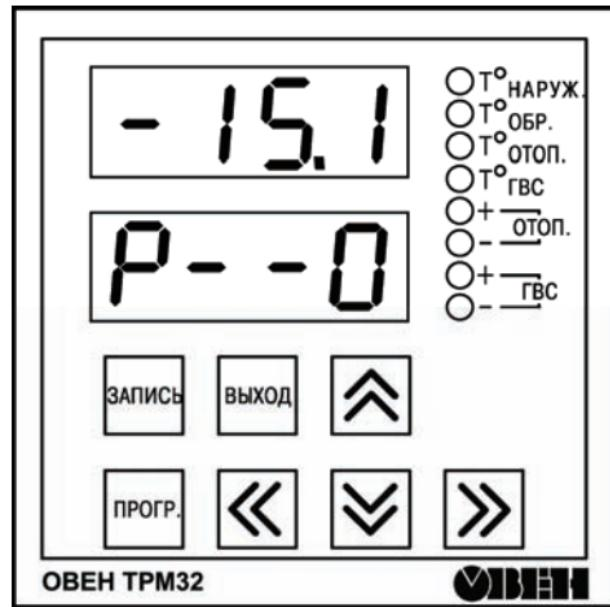

Рисунок 3.1
3.4 На лицевой панели прибора (см. рисунок 3.1), расположены цифровые и единичные светодиодные индикаторы, служащие для отображения текущей информации о параметрах и режимах работы прибора. Кроме того, здесь же расположены семь кнопок, предназначенных для управления прибором в различных режимах его работы.